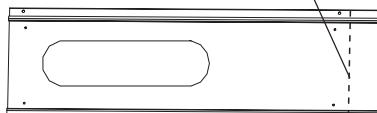

Fig.8
2. Ouvrez le châssis de la fenêtre et placez le kit du curseur de fenêtre sur le rebord de la fenêtre (Fig.7). Fixez le kit du curseur de fenêtre au rebord de la fenêtre. Ajustez la longueur du kit du curseur de fenêtre selon la largeur de la fenêtre. Vissez les deux vis sur le kit du curseur de fenêtre. Voir (Fig.7). Coupez le kit du curseur de fenêtre réglable si la largeur de la fenêtre est inférieure à 26,6 pouces (Fig.8).
Vissez les deux vis sur le kit du curseur de fenêtre. Voir (Fig.13). Coupez le kit du curseur de fenêtre réglable si la hauteur de la fenêtre est inférieure à 26,6 pouces (Fig.8).